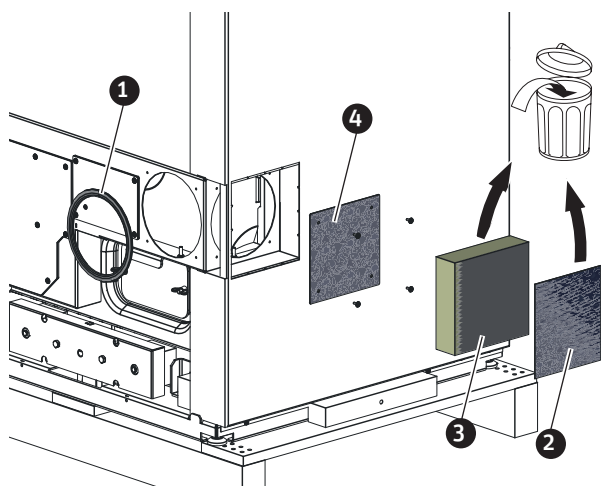
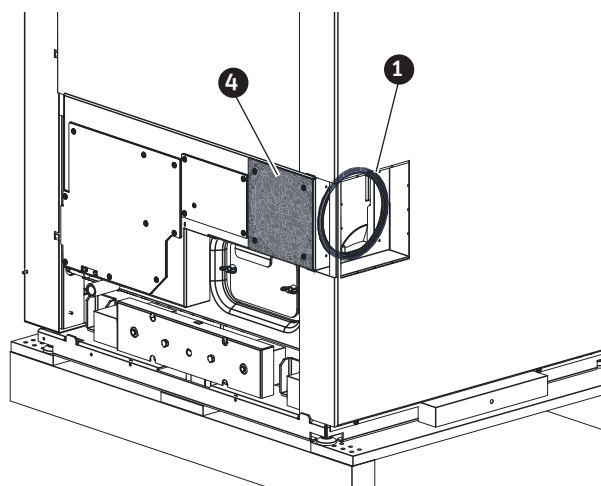

Fig. 29
Fig. 30
- ▶ Rimuovere la guarnizione [1] per l'attacco Polo Kal (\varnothing 160 mm / DN 150) dal lato destro – Fig. 29.
- ▶ Rimuovere la prepunzonatura [2] e l'isolante [3] nella parete posteriore della caldaia e smaltirli in modo adeguato in quanto non più necessari – Fig. 29.
- ▶ Togliere i coperchi [4] sul retro (Fig. 29) e rimontarli sul lato destro – Fig. 30.
- ▶ Rimontare la guarnizione [1] per l'attacco Polo Kal posteriore – Fig. 30.